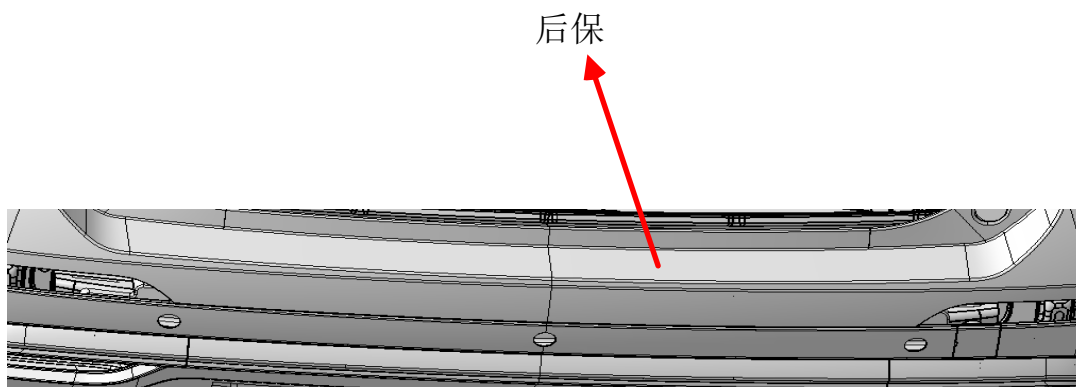

图 9
5.1 步骤 1 (图 9 所示): 找到后背门天线的安装位置, 在后保险杠正前方的钣金上;
- 3) 安装后保及其相关附件, 如图 9 所示;